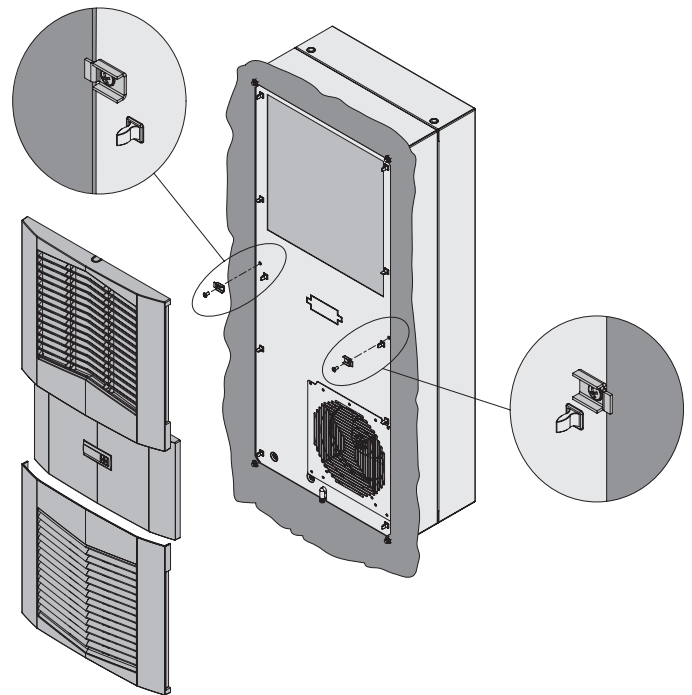

Abbildung 8
7. Setzen Sie die Frontabdeckung und ggf. die Blechplatte wieder auf das Gerät (siehe Abbildung 8).